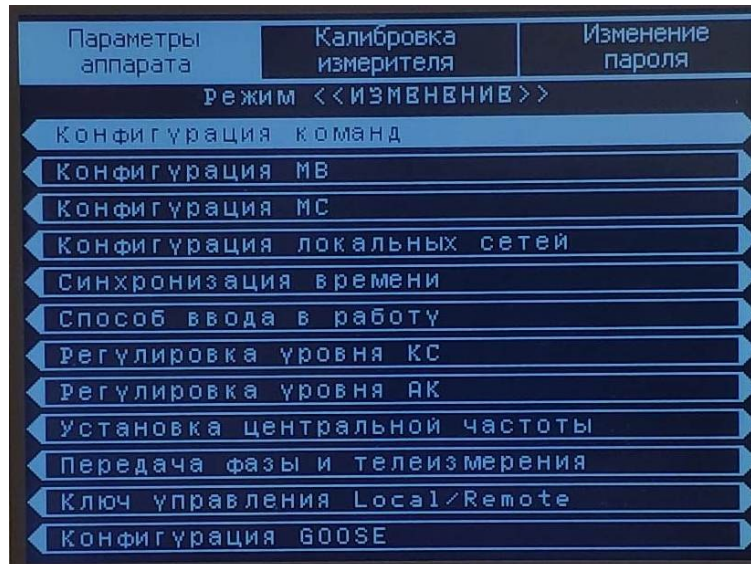

Рисунок 7 – Подраздел «Параметры аппарата»
2.1. «Параметры аппарата» - подраздел предназначен для изменения или просмотра параметров «ОΡΙОН» АПК ТХ (см. рисунок 7).